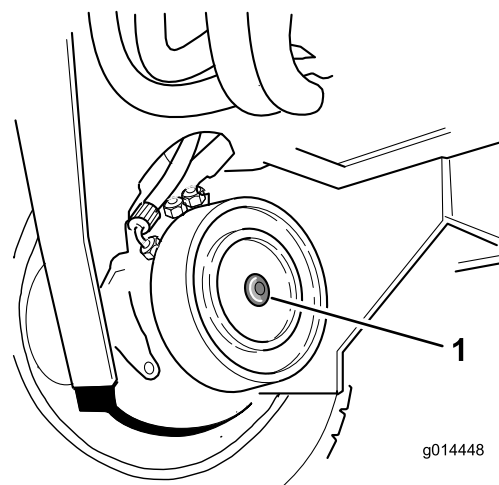

Figura 41
2. Identificate il gruppo freno a disco della ruota anteriore destra e rimuovete il tappo esagonale (Figura 41).